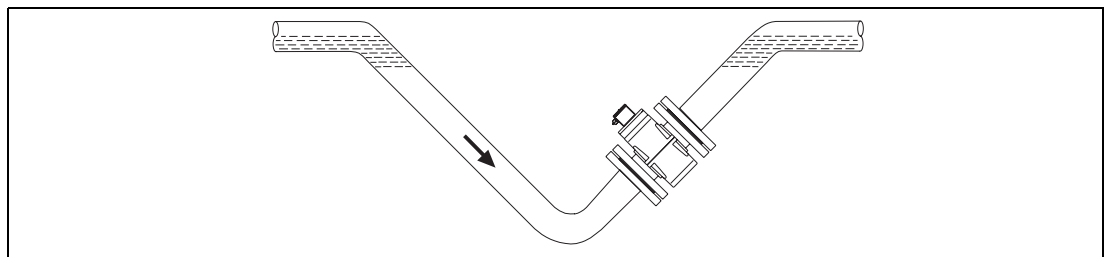

Abb. 11:
- Freier Ein- oder Auslauf, Dükerung vorsehen, damit die Rohrleitung immer gefüllt ist (Abb. 11)